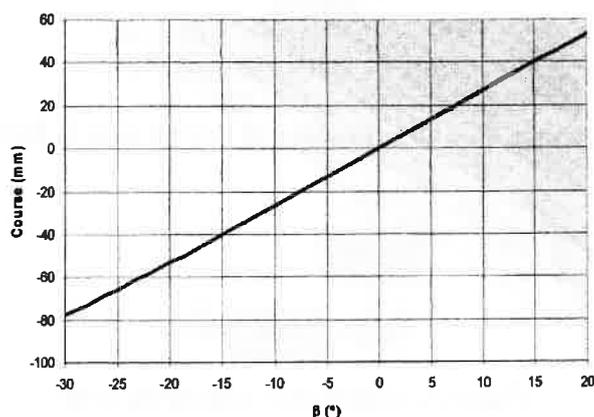

Figure 4 : Évolution de la course du vérin en fonction de β
- c. La Figure 4 représente l'évolution de la course en fonction de β . Elle autorise une représentation linéaire de la forme $\beta = K \cdot c$ avec β en radians et c en mètres. Déterminer graphiquement K .